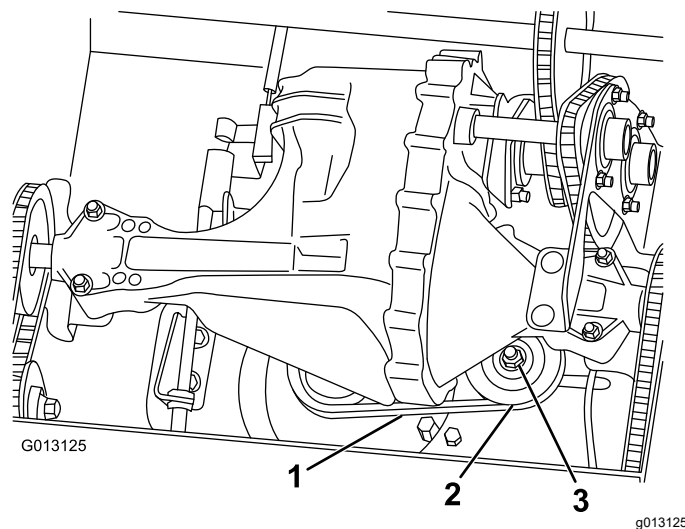

Figura 28
3. Presione sobre un tramo de la correa de transmisión con 4.5 kg (10 libras) de fuerza (Figura 28). Si la correa se desvía más de 1.3 cm ($\frac{1}{2}$ "), apriétela como se indica a continuación:
- A. Apriete la tuerca que sujeta la polea tensora (Figura 28).